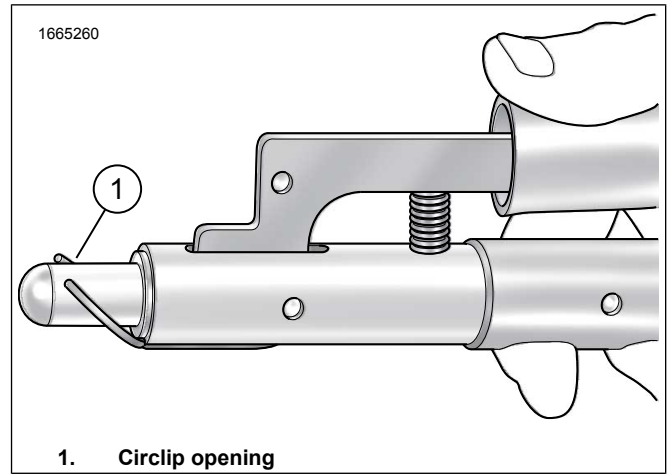

Figure 3. Iposisyon ang Circlip
- Figure 3 Iposisyon ang circlip opening (1) sa alas-12 ng special tool.